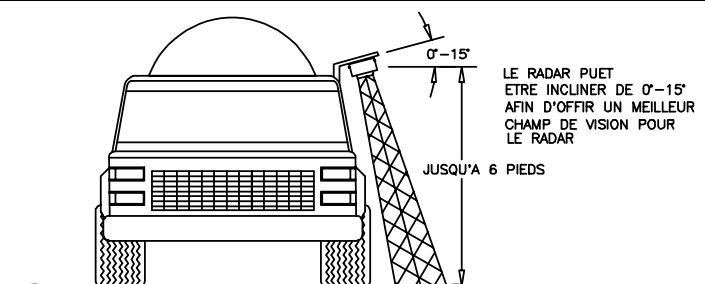

FIGURE 2
- b. La lentille du radar doit être parallèle au sol. Le radar peut être incliné d'un maximum de 15 degrés afin de rater les parties du véhicule qui peuvent obstruer le radar. Voir figure 2.